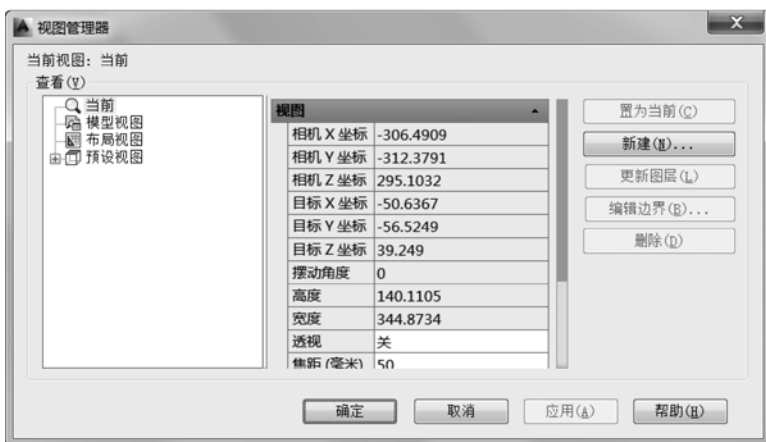

图 9-141 “视图管理器”对话框
1) 打开“BD_背景设置.DWG”文件，在命令行的“输入命令”提示下输入“VIEW”并按〈Enter〉键，打开如图 9-141 所示的“视图管理器”对话框。